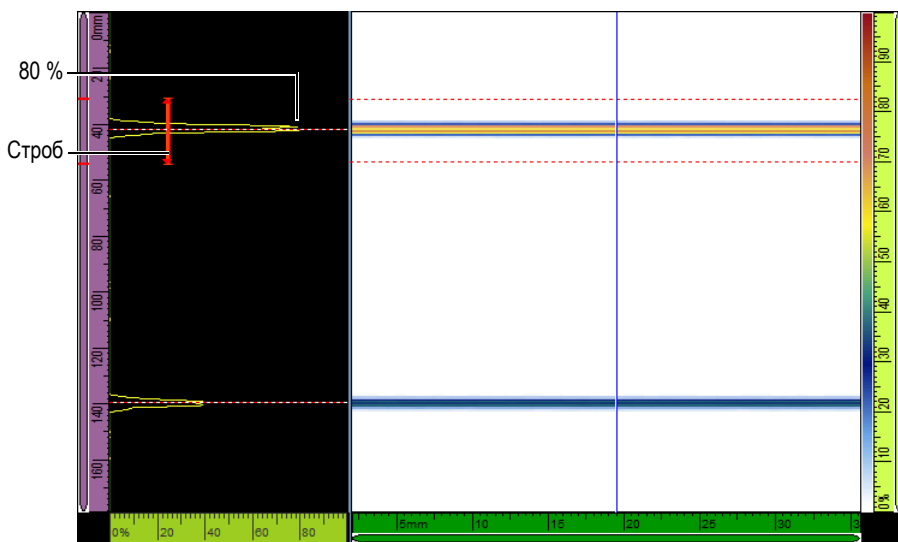

Рис. 5-3 Сигналы от отражателей на линейном скане
- b) Настройте **Усил.** таким образом, чтобы амплитуда первого сигнала находилась приблизительно на уровне 80 % от высоты экрана А-скан (см. Рис. 5-3 на стр. 121).
- c) Настройте параметры **Начало** и **Диапазон**, так чтобы сигналы от обоих отражателей были видимы на А-скане (см. Рис. 5-3 на стр. 121).
- a) Введите значения **Начало** и **Ширина** для строба А: первый сигнал должен пересекать строб в середине, и строб должен быть достаточно широким, чтобы сигнал находился в нем полностью (см. Рис. 5-3 на стр. 121).